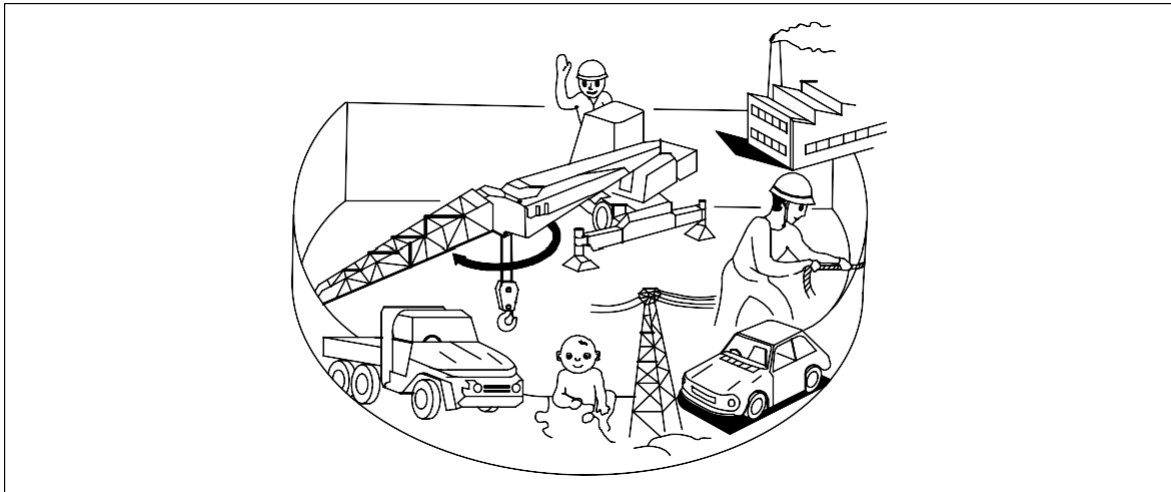

Figura 7-46 Área de Perigo - Balanço do braço
- Certifique-se de que a área esteja livre de pessoal e equipamentos antes de girar o braço. Consulte a figura 7-46.